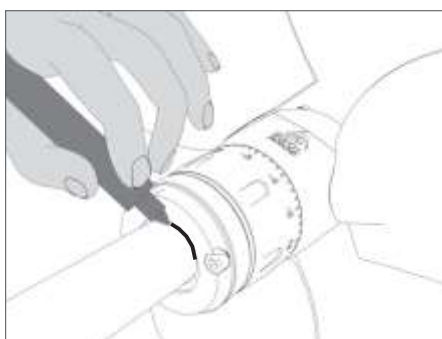

FIG. 9 Faire une marque sur l'arbre à l'aide d'un feutre
- Marquer à l'aide d'un feutre le point d'emboîtement maximum sur l'arbre (**Fig. 9**).